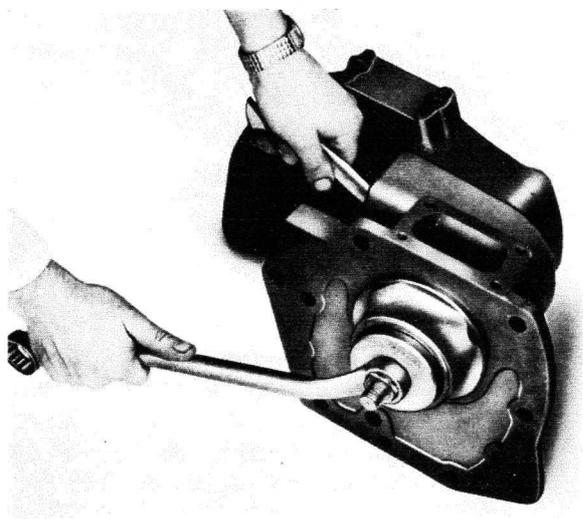

Fig. 20
- 3° Monter la cuvette du roulement du différentiel au moyen du Tampon MICU et de l'étrier MIDU (fig. 20) après avoir placé le circlip.